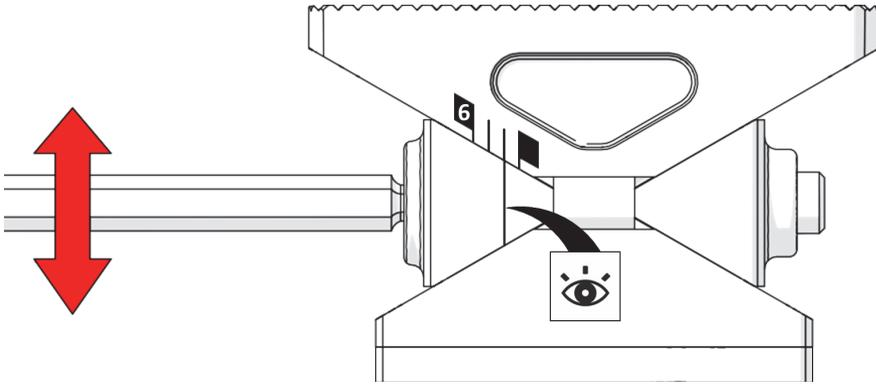

Figure 1-19 Ajustement d'un pied au moyen du repère approprié
2. Ajustez les quatre pieds en utilisant le repère qui permet de fixer fermement la bande circonférentielle sur le tuyau (Figure 1-19 à la page 41). Assurez-vous d'utiliser le même repère pour les quatre pieds.